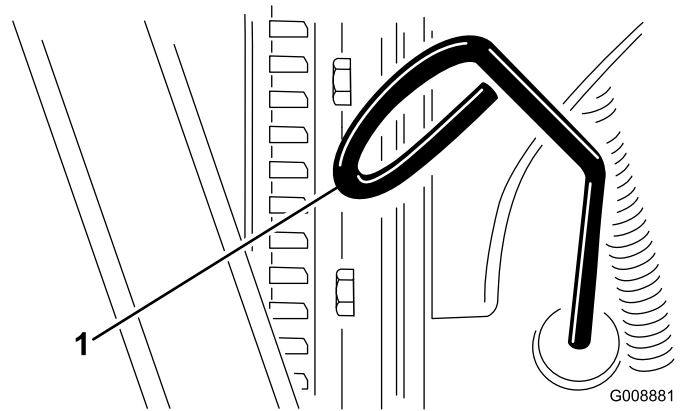

Bild 26
3. Nehmen Sie den Peilstab heraus und wischen Sie ihn ab. Stecken Sie ihn dann ein (Bild 26).